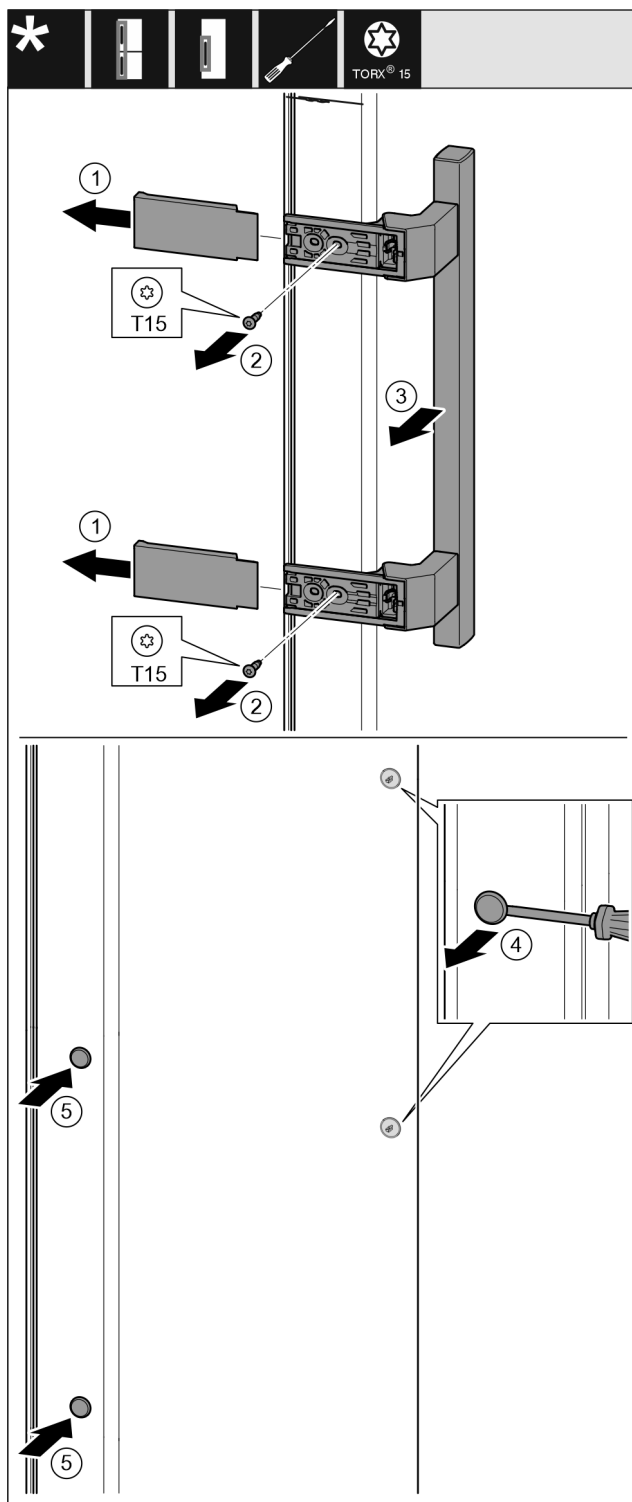

Fig. 17
- Afdekking eraf trekken. Fig. 17 (1)
- Schroeven met schroevendraaier T15 eruit draaien. Fig. 17 (2)
- Greep eraf halen. Fig. 17 (3)
- Zijdelingse stop voorzichtig met een sleufschroevendraaier optillen en eruit trekken. Fig. 17 (4)
- Stop op de andere kant weer aanbrengen. Fig. 17 (5)